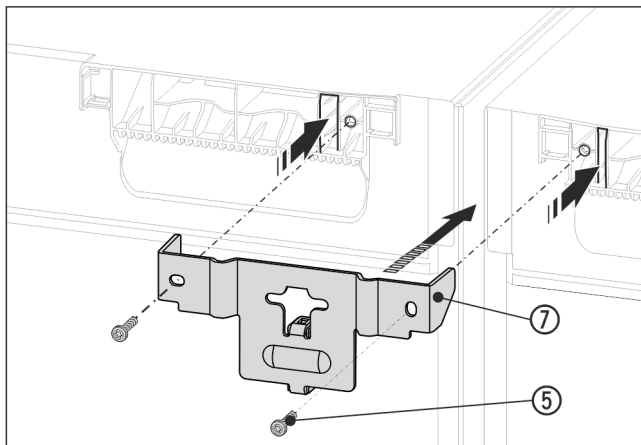

Fig. 16 例图
- 使用间隔垫片将角 Fig. 16 (7) 推入设备之间，并使用接片将其推入设备盖板中。使用两颗螺栓 Fig. 16 (5) 紧固。